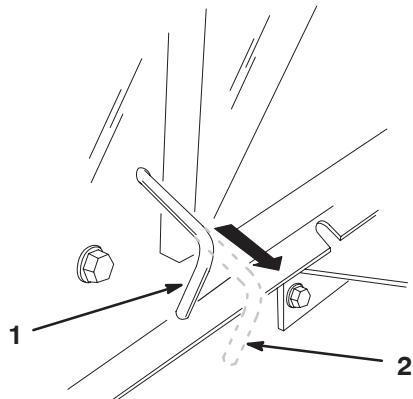

Bild 14
**Hinweis:** Dadurch wird der Antrieb ausgekuppelt, und die Räder befinden sich im Freilauf (Bild 14).
2. Stellen Sie den Antriebshebel in die Betriebsstellung (Bild 14), um das Antriebssystem einzukuppeln.